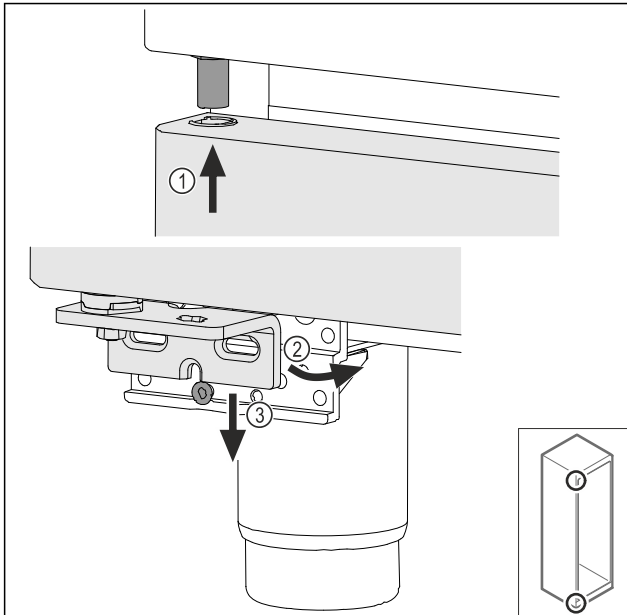

Fig. 74
- ▶ Наденете леко наклонената нагоре врата Fig. 74 (1), подравнете вратата напред Fig. 74 (2) и я поставете отдолу върху винта на опорната стойка Fig. 74 (3).